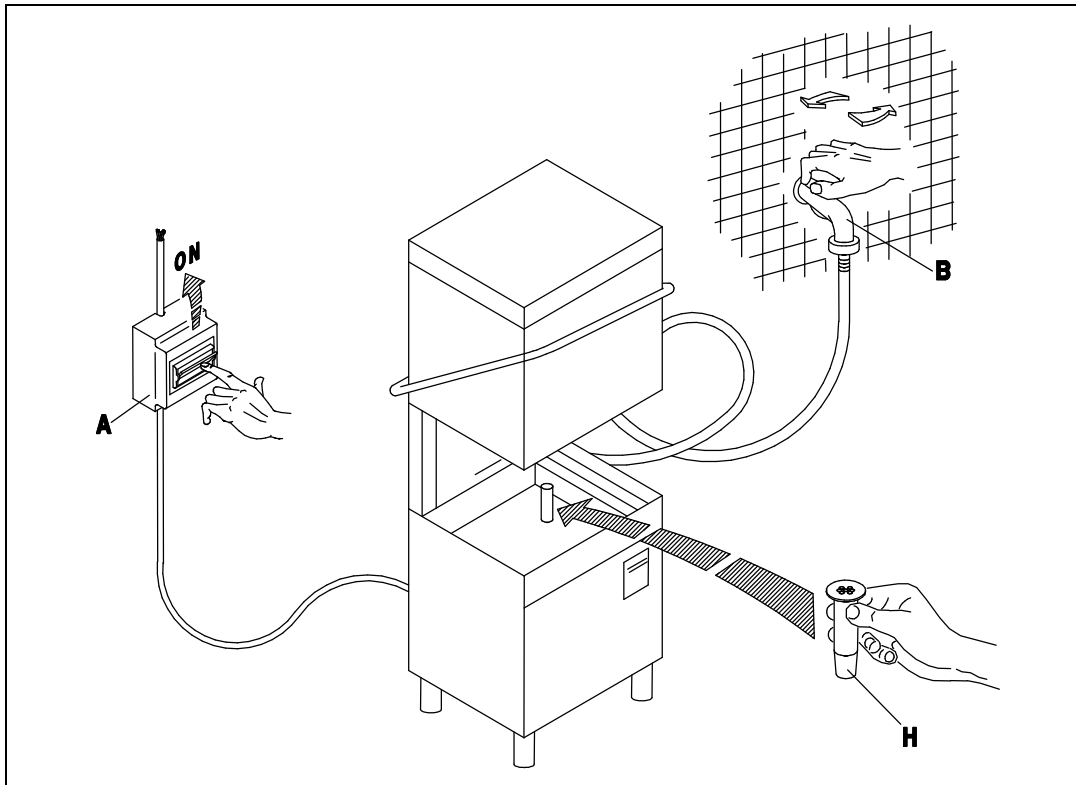

Fig. 3-1
- Aprire il rubinetto dell'acqua (B), inserire l'interruttore generale (A). Attivare l'interruttore principale dell'apparecchio (1), ne conseguirà l'accensione della spia (A) evidenziando che la macchina è sottoposta a tensione. A porta chiusa l'apparecchio si riempie d'acqua e alla fine del carico, si inseriscono automaticamente le resistenze della vasca e del boiler. Il funzionamento delle resistenze è reso visibile dall'accensione delle spie (D) ed (E). Quando entrambe le spie si spengono l'acqua avrà raggiunto le temperature impostate e l'apparecchio sarà pronto per iniziare il lavaggio. (fig. 3-1÷3-2)
- Turn on the water tap (B) and switch on the master switch (A). Turn the appliance ON switch (1), which will cause the warning light (A) to illuminate, indicating that the machine is live. When the door is closed the appliance fills with water. When it is full, the tub and boiler heating elements come on automatically. When the elements are activated, the warning lights (D) and (E) are illuminated. When both warning lights go out the water has reached the set temperature and the appliance is ready to begin the washing cycle. (fig. 3-1÷3-2)
- Öffnen Sie den Wasserhahn (B) und betätigen Sie den Hauptschalter (A). Beim Betätigen des Schalters (1) am Gläser-spüler wird die Anzeige (A) aufleuchten, an der Sie erkennen können, daß die Maschine unter Spannung steht. Bei geschlossener Tür läuft Wasser in die Maschine; ist die nötige Wassermenge einmal erreicht, so schalten die Widerstände des Spülbehälter und des Boilers automatisch ein. Der Betrieb der Widerstände wird durch das Aufleuchten der Anzeigen (D) und (E) erkennbar. Beide Leuchtanzeigen erlöschen, wenn das Wasser eine vorbestimmte Temperatur erreicht hat, d. h. wenn der Gläser-spüler betriebsbereit ist. (fig. 3-1÷3-2)
- Ouvrir le robinet (B) et insérer l'interrupteur général (A). Ouvrir l'interrupteur principal de l'appareil (1), le voyant (A) s'allumera ce qui signifie que la machine est branchée. L'appareil se remplit d'eau avec porte fermée et à la fin du chargement les éléments chauffants de la cuve et du boiler entrent automatiquement en action. Les voyants (D) et (E) s'allument quand les éléments chauffants fonctionnent. Les deux voyants s'éteignent dès que l'eau a atteint la température programmée et l'appareil est prêt pour commencer le lavage. (fig. 3-1÷3-2)
- Abrir el grifo del agua (B), conectar el interruptor general (A). Activar el interruptor principal del aparato (1); el encendido de la luz testigo (A) indica que la máquina está en tensión. Con puerta cerrada el aparato se llena de agua y cuando la carga esté terminada se conectarán automáticamente las resistencias del tanque y de la caldera. El funcionamiento de las resistencias es señalado por el encendido de las luces indicadoras (D) y (E). Cuando ambas luces se apaguen, el agua habrá alcanzado la temperatura programada y el aparato estará listo para empezar el lavado. (fig. 3-1÷3-2)
- A riempimento avvenuto, aprire la porta (I) e introdurre il detersivo (ca. 2 gr. per litro di capacità della vasca). Inserire il cesto (L) carico e chiudere la porta (I). Selezionare il ciclo di lavaggio inserendo il pulsante (4) ciclo breve ( tasto premuto ) ÷ ciclo lungo ( tasto rilasciato ). A questo punto premere il pulsante START (3) (almeno per 2 secondi) e avrà inizio il ciclo di lavoro visualizzato dalla lampada spia (C): la fine del ciclo coincide con lo spegnimento di questa spia. Per spegnere la macchina si dovrà disinserire l'interruttore (1) portandolo nella posizione (0) spia (A) spenta. (Fig.3-1÷3-3).
**N.B.:** *E' consigliato avviare il ciclo di lavoro quando entrambe le spie delle resistenze, boiler (D) e vasca (E), si spengono, come indicato al punto 3.1 Messa in funzione.*
- Lorsque le remplissage est terminé, ouvrir la porte (I) et verser le détersif (environ 2 g pour chaque litre remplissant la cuve). Introduire le panier (L) plein et fermer la porte (I). Sélectionner ensuite le cycle de lavage en actionnant le bouton-poussoir (4) cycle court ( touche enfoncée ) ÷ cycle long ( touche relâchée ). A ce stade, presser le bouton-poussoir START (3) (au moins 2 secondes) et le cycle de fonctionnement commencera, visualisé par la lampe-témoin (C). La fin du cycle coïncide avec l'extinction de ce voyant. Pour arrêter la machine, il faudra débrancher l'interrupteur (1) en le ramenant sur la position (0): lampe-témoin (A). (Fig.3-1÷3-3).
- Después del llenado, abra la puerta (I) y vierta el detergente (2 gramos aproximadamente por litro de capacidad de la cuba). Introduzca el cesto (L) carga y cierre la puerta (I). Seleccione el ciclo de lavado por medio del selector (4) ciclo breve ( tecla pulsada ) ÷ ciclo largo ( tecla soltada ). Pulse ahora START (3) (almenos durante 2 segundos) para arrancar el ciclo de trabajo: se enciende la luz testigo (C), que se apagará al final del ciclo. Para apagar la máquina desconecte el interruptor (1) posición 0, luz testigo (A) apagada. (Fig.3-1÷3-3).
**N.B.:** Le aconsejamos que arranque el ciclo de trabajo cuando las dos luces indicadoras de las resistencias del hervidor (D) y de la cuba (E) se apaguen (véase 3.1 Puesta en funcionamiento).